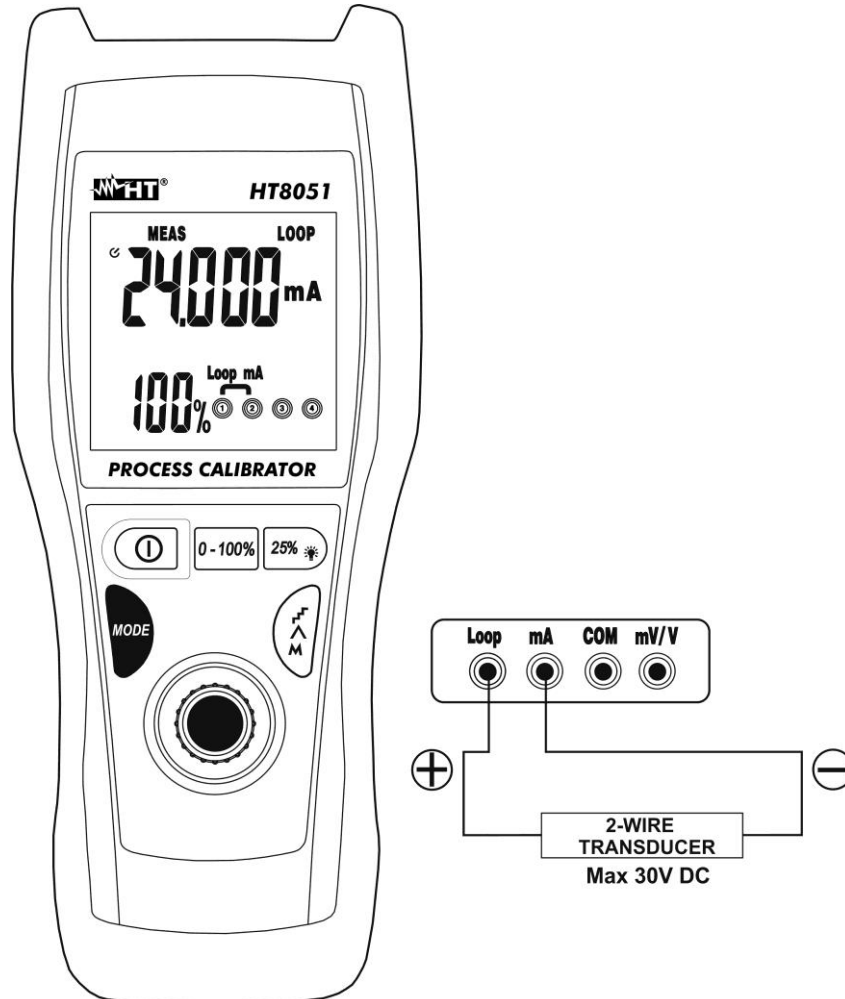

Abb. 7: Messung von Ausgangs-Gleichstrom aus externen Wandlern (Loop)
4. Verbinden Sie die grün und die schwarze Messleitung mit dem externen Wandler, und dabei achten Sie auf die Strompolarität und -richtung (siehe Abb. 7)
6. Die "-OL-"-Meldung gibt an, dass der zu messende Strom den maximalen Wert, der mit dem Gerät gemessen werden kann, überschreitet. Zur Erzeugung des negativen Spannungswerts drehen Sie die Messleitungen in die umgekehrte Richtung in Bezug auf die Verbindung in Abb. 7